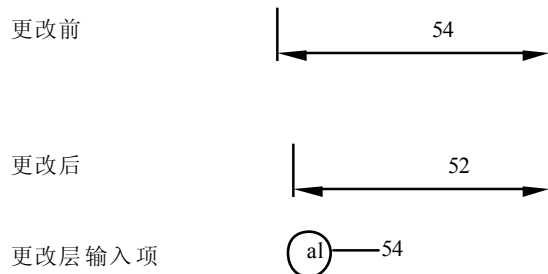

图 3
- b) 在更改层相应的部位输入更改标记、指引线及被删除的内容，关闭此层，该层的内容既不显示，也不被绘制出来，见图 3。